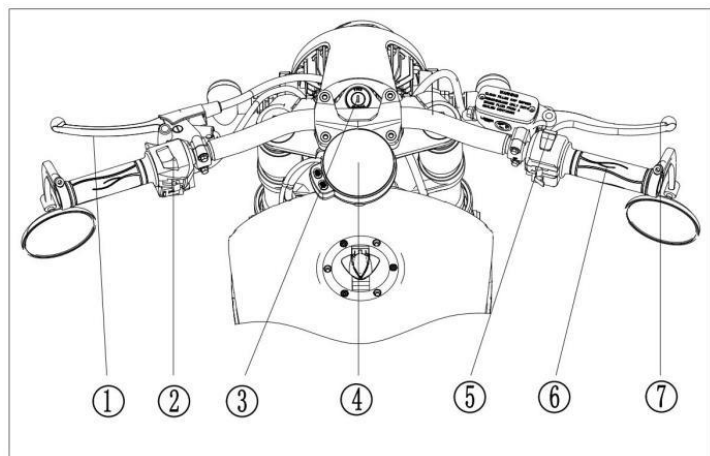

Рисунок 3
3. (Рис. 3)
- ① Рычаг сцепления
- ② Левый блок управления
- ③ Замок зажигания
- ④ Приборная панель
- ⑤ Правый блок управления
- ⑥ Рукоятка газа
- ⑦ Рычаг переднего тормоза